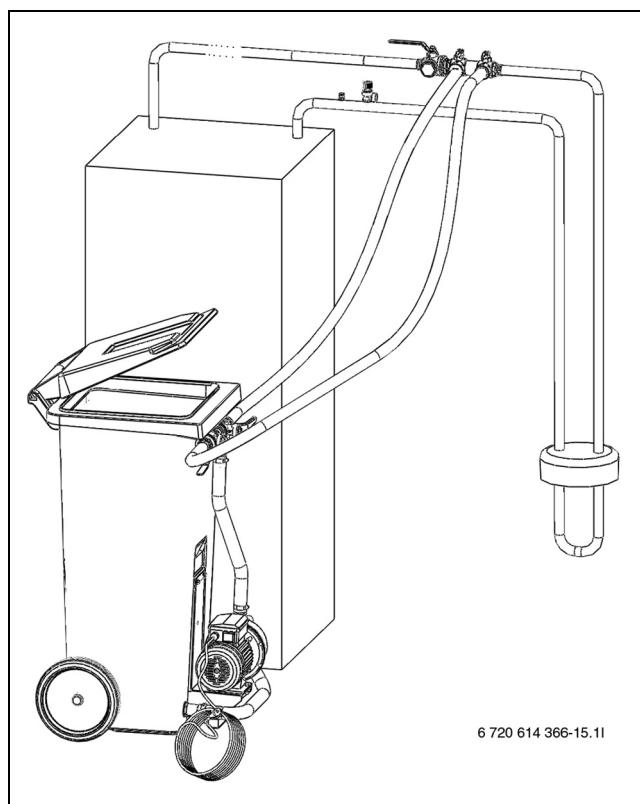

Bild 24 Fyllning med påfyllnadsstation
- ▶ Anslut två slangar från påfyllnadsstationen till påfyllnadsstationen (→ Bild 24).